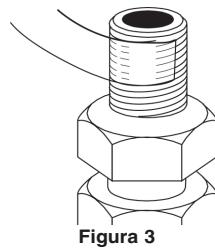

Figura 3
3. Envuelva un pedazo de cinta de PTFE de 3 pulgadas (7.62 cm) de largo hacia la derecha alrededor de las roscas macho de los accesorios. Envuélvalo apretadamente para que entre en las roscas del accesorio y se superponga por lo menos 1/2 pulgada. (Figura 3)